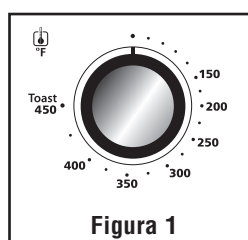

Figura 1
- Perilla De Control De La Temperatura** – Ajuste el dial del termostato a la temperatura deseada. (Vea la figura 1)